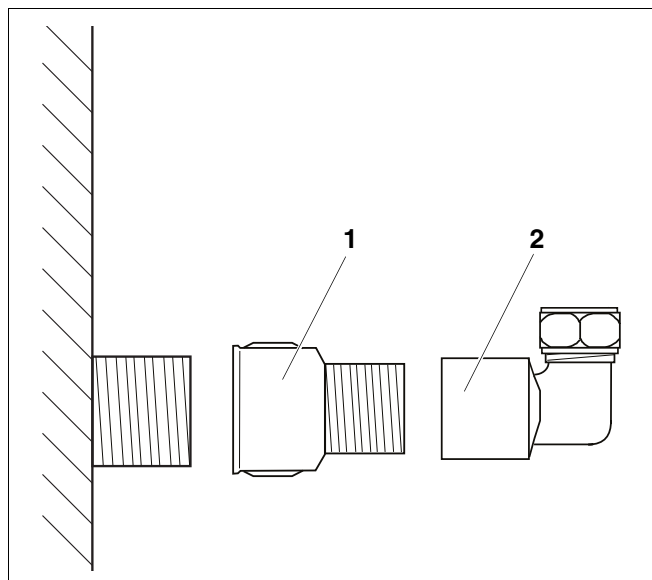

Fig. 4 Collegamento ad accumulatore con attacchi R1
- Per accumulatori con attacchi R1, dovete montare il manicotto di riduzione (fig. 4, **pos. 1**) ed il sistema di serraggio angolare con anello (fig. 4, **pos. 2**).